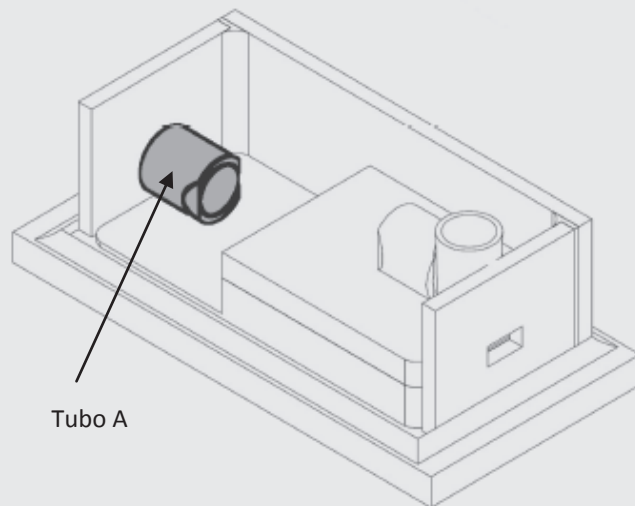

Figura 12
**#15** Quite el bloc y coloque **Tubo A** alineado con la boca de la pared del cemento. Pegue **Tubo A** con liga de barro. (**Figura 12**)